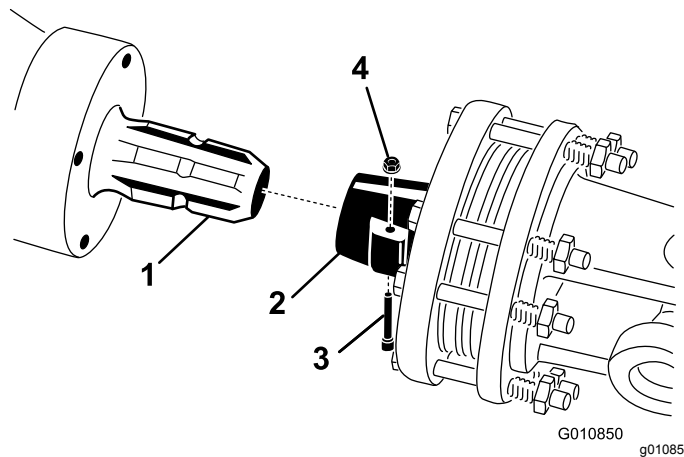

图23
1. 从 PTO 轴上卸下销和螺母 图23。
2. 用之前卸下的销和螺母将 PTO 轴的离合器端固定至打孔机齿轮箱输入轴上 图23。